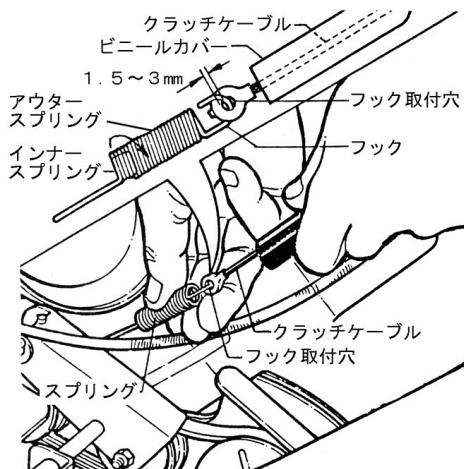

図 6-4
- エンジンを停止して、クラッチレバーを放した状態でスプリングのフックとクラッチケーブルのフック取付穴との遊びを点検します。適切に調節されているときは、1. 5~3ミリの遊びがあります。（図6-4）
- 遊びがないとクラッチレバーを放しても、ベルトの張りが完全ゆるまないため、停止しなかったり、たとえ停止してもベルトに負荷がかかたまま、ブーリが空転するためベルトの寿命を著しく縮めます。（図6-4）